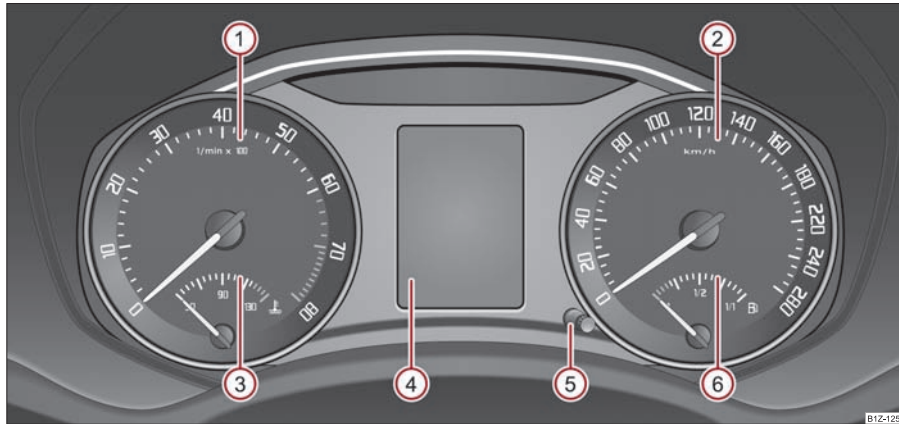

Fig. 18 Tabloul de instrumente
Zona roșie de pe scala tuometrului ① ⇒ pagina 17, fig. 18 marchează domeniul în care unitatea de comandă a motorului începe să limiteze turația motorului.
Indicatorul temperaturii lichidului de răcire ③ ⇒ pagina 17, fig. 18 funcționează numai când contactul motor este pus.
Indicatorul rezervei de carburant ⑥ ⇒ pagina 17, fig. 18 funcționează numai când contactul motor este pus.
Mențineți butonul de resetare  ⇒ pagina 17, fig. 18 cca. 1 secundă apăsat pentru a reseta contorul.
Indicatorul intervalelor de service se poate reseta și de la butonul  $\Rightarrow$ pagina 17, fig. 18.